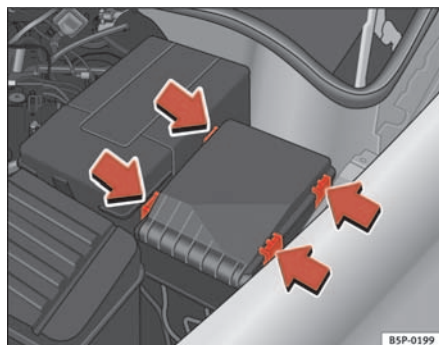

Fig. 161 Tapa de la caja de fusibles en el compartimiento motor
- Retire la tapa de fusibles del compartimiento del motor haciendo presión sobre las lengüetas hacia el centro de la tapa ⇒ fig. 161.